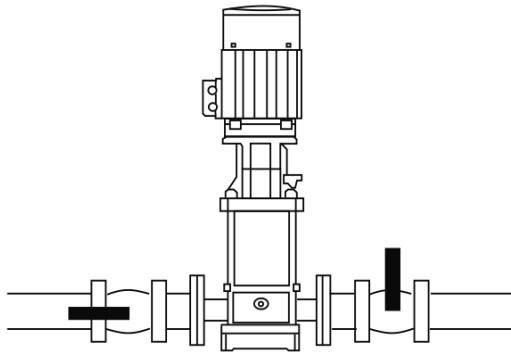

Рисунок 1
1. Перед первым запуском необходимо заполнить насосную камеру насоса водой. Для этого откройте вентиль на входном трубопроводе и закройте вентиль на выходном трубопроводе (смотрите рисунок 1). Затем открутите